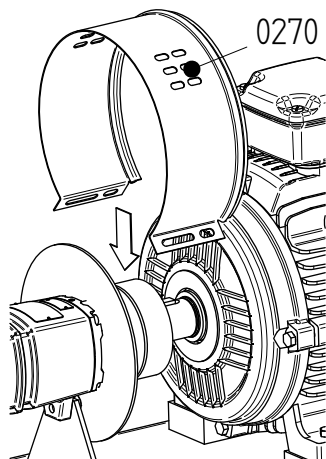

Figura 8: Applicare la camicia al lato del motore.
- 2 Togliere entrambe le camicie di protezione (0270). Vedere il figura 8.